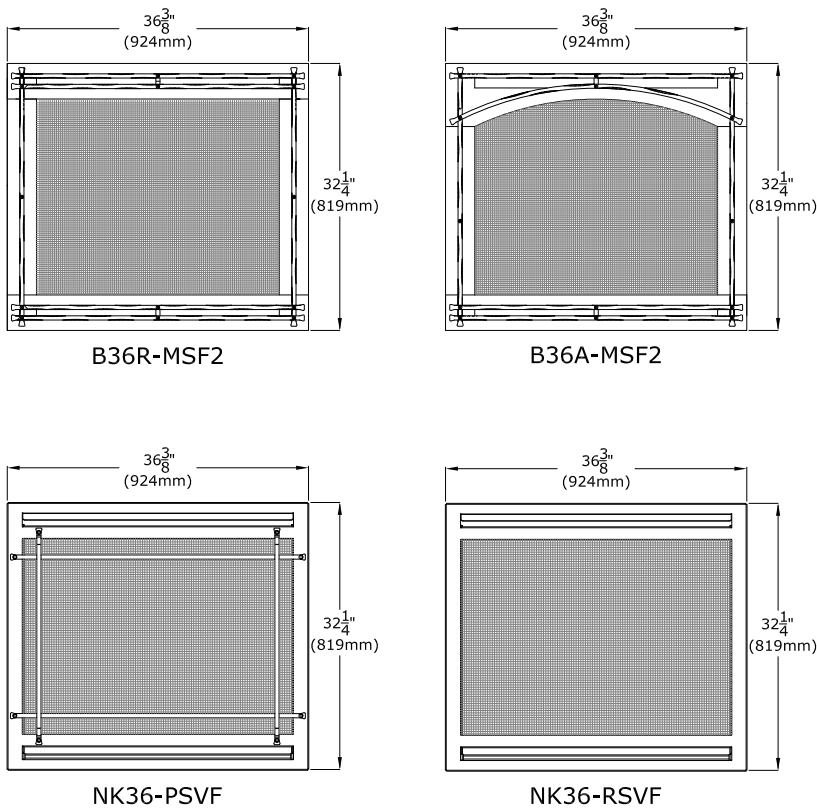

Figure 3.2 - Groupe de barrières de sécurité #1
**IMPORTANT** : L'utilisation des B36-PSF2 et B36-FRSF2 (Figure 3.3) est **UNIQUEMENT** approuvée lorsque le Nordik 36 DV est installé avec un Trousse KozyZone. Les kits approuvés sont #KZK-1510A. Les (4) autres barrières de sécurité illustrées à la figure 3.2 sont approuvées dans tous les scénarios d'installation.